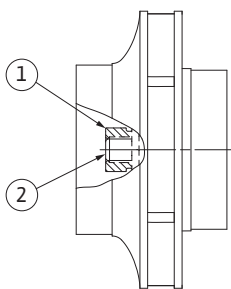

Fig. 55: Pravilni položaj matice tekača po vgradnji
29. Držite gred (glejte korak 24) in privijte matico tekača s predpisanim zateznim momentom (glejte seznam »Tabela 11: Zatezni momenti vijakov« na strani 51). Matica (Fig. 55, poz. 1) mora biti poravnana pribl. $\pm 0,5$ mm s koncem gredi (Fig. 55, poz. 2). Če ni, odvijte matico in ponovite korake od 25 do 29.